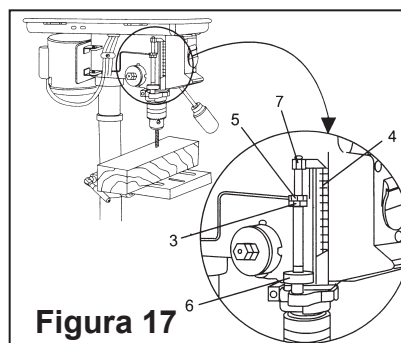

Figura 17
- Haga girar la tuerca del cable inferior (3) hacia abajo para ponerse en contacto con la profundidad stop lug (6) en la cabeza (Figura 17).
- Haga girar la tuerca superior (5) hacia abajo y apriete contra la tuerca del cable inferior (3) (Figura 17).
Profundidad escala método (Figura 17)